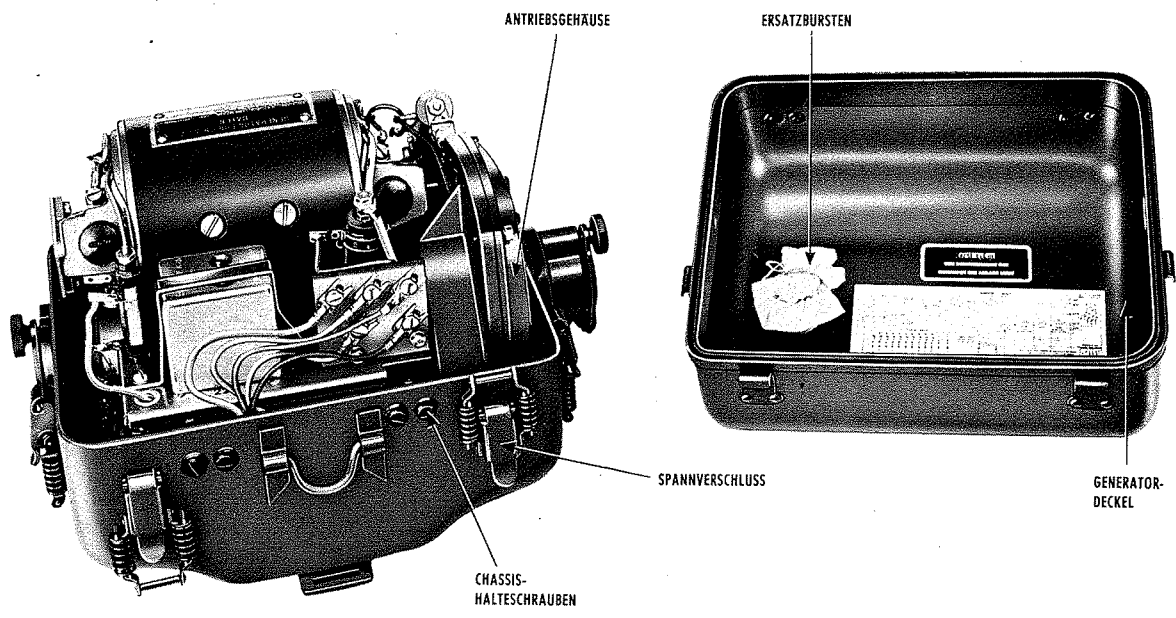

Bild 104 Generator GN-58-A
Um den Generator unter Belastung zu messen, ist der Gehäusedeckel abzunehmen. Bild 104 zeigt
g) Die neun Schrauben, die das Chassis an der Wanne halten, sind zu lösen, dann kann das Chassis aus der Wanne gehoben werden (Bild 104).